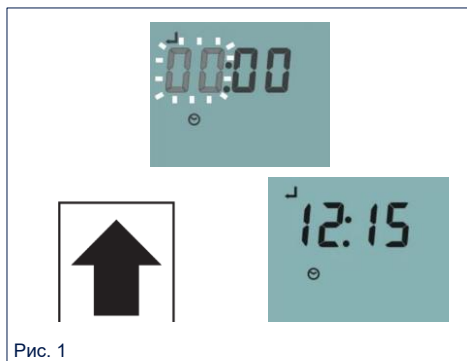

Рис. 1
После подтверждения рабочего положения на ЖК-дисплее загорятся символы SET и CLOCK, предлагая установить текущее время. Первые две мигающие цифры (12) соответствуют часам (Рис. 1). Значение регулируется с помощью клавиш [UP], [DOWN]. Для ввода значения необходимо нажать клавишу [SET]. Затем данное действие можно повторить для установки минут.